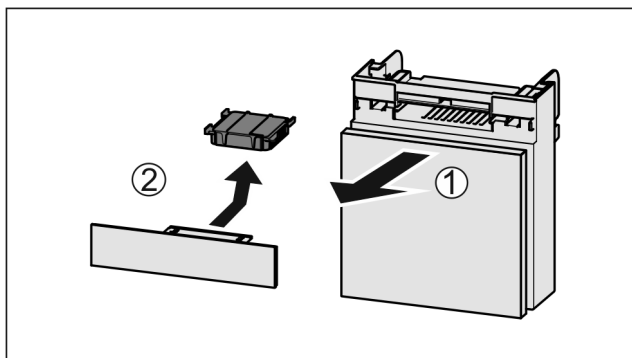

Fig. 132
- ▶ Húzza ki Fig. 132 (1) előrefelé a rekeszt.
- ▶ Vegye ki az aktív-szűrőt Fig. 132 (2).